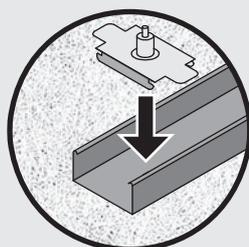

ABB. 9
**8:** Klicken Sie die Drahtseilaufhängung an den Schienen ein (Abb. 9 und 10). Setzen Sie das Drahtseil in jede Aufhängung ein, indem Sie das Drahtseil einführen, während Sie den oberen Teil der Aufhängung zum Öffnen drücken. Das Drahtseil ist nach dem Loslassen fixiert (Abb. 11).